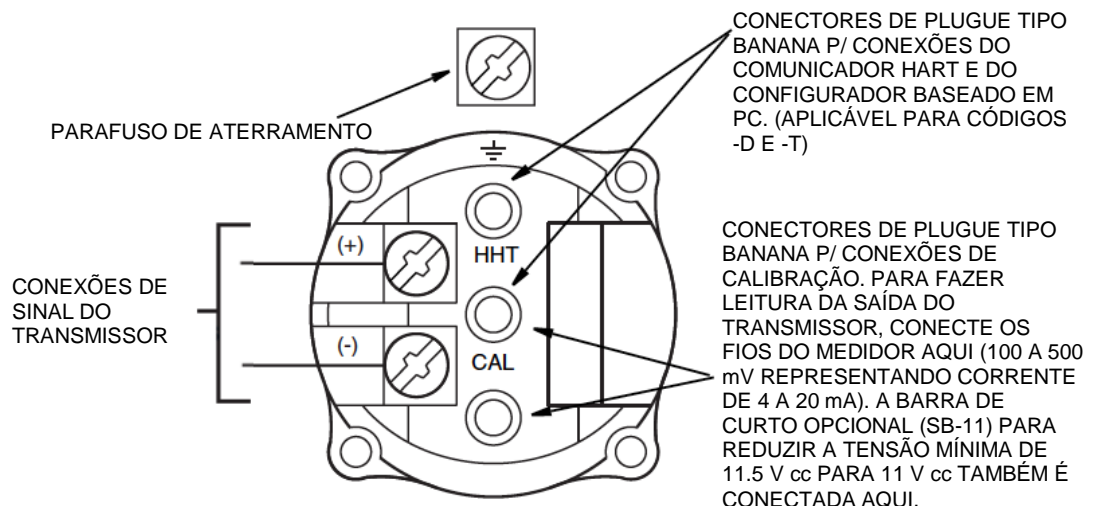

Figura 31. Identificação dos Terminais de Campo
Os terminais de campo em um transmissor com sinal de saída de 4 a 20 mA são mostrados na Figura 31.
6. Conecte a fonte de alimentação e os fios do circuito do receptor nas conexões terminais “+” e “-” mostradas na Figura 31.
5. Conecte um fio terra ao terminal de aterramento de acordo com as normas e práticas locais. O terminal de aterramento é mostrado na Figura 31.